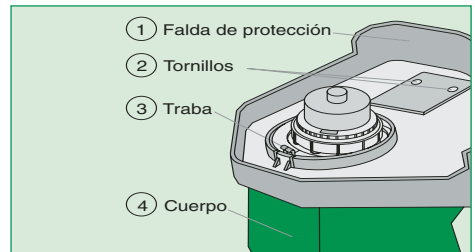

Fig. 1
- ✓ Usted recibe la podadora o cortacésped TRAPP montado, excepto la falda de protección. Ella viene acondicionada junto al equipo, en el mismo embalaje. Para montarla, gire la podadora o cortacésped hacia arriba (Fig. 1).
- ✓ Ponga la falda de protección conforme el dibujo, encájela en la traba (3) (Fig. 2), presiónela junto al cuerpo (4), coloque los tornillos (2) y dé el aprieto (Fig. 1).